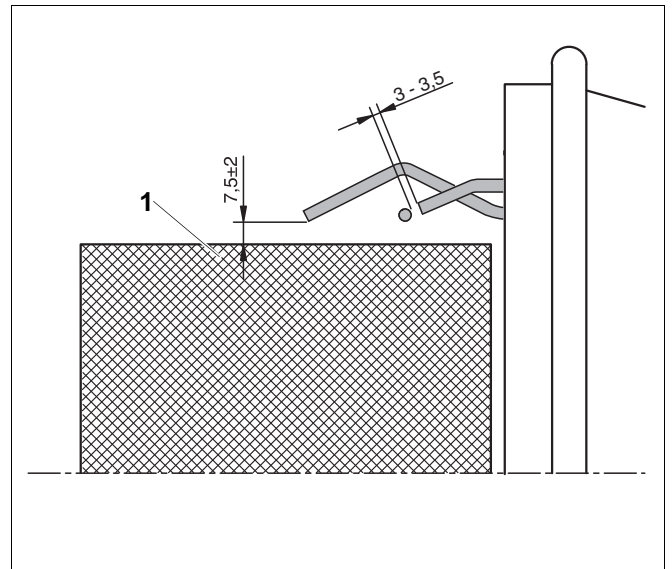

Рис. 27 Проверка положения электродов
- Измерьте расстояния между электродами согласно рис. 27, при необходимости отрегулируйте их.